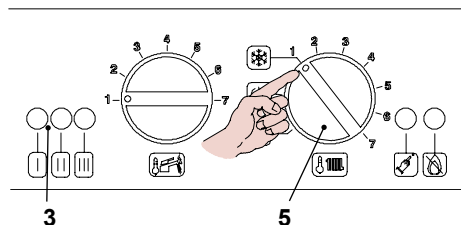

Figura 8.9
- Posizionare il selettore 5 come indicato in Figura 8.9 per uscire dalla programmazione.